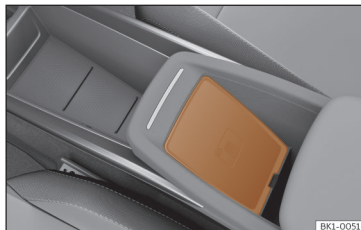

Abb. 133 In der Mittelkonsole: Aufnahme für die Mobiltelefonkopplung.
- Legen Sie Ihr Mobilgerät mit dem Bildschirm nach oben in die Mitte der Ablage »» **Abb. 133** »» .
»» **Abb. 133** »»